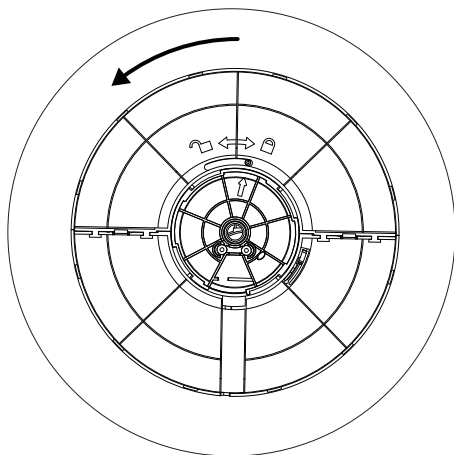

图4
- 4、按图4进行操作，将底盘逆时针旋转，箭头对准锁上的图标，并且听到一声“咔嗒”将底盘和本体安装紧固。（安装完后将产品正立后使用）